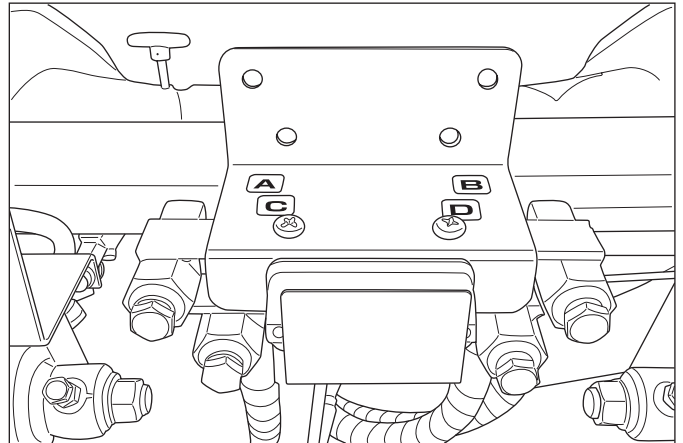

ABB. 98
ABB. 98: Steuerhebel (1) dient zum Anheben/Absenken des Anbaugeräts bei Verwendung des ersten externen Kupplungssatzes. Steuerhebel (2) dient zum Anheben/Absenken des Anbaugeräts bei Verwendung des zweiten externen Kupplungssatzes.